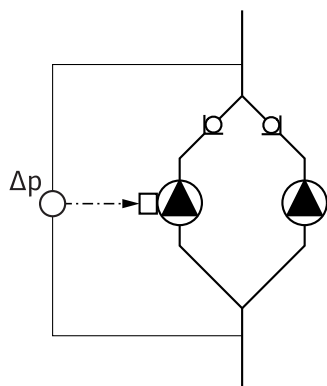

Fig. 13: Príklad, prípojka snímača tlakového rozdielu
- Napríklad na Fig. 13 je čerpadlom master ľavé čerpadlo v smere prúdenia. Na toto čerpadlo pripojte snímač tlakového rozdielu. Meracie body snímača tlakového rozdielu čerpadla master musia v príslušnom zbernom potrubí ležať na nasávacej a výtlačnej strane zariadenia s dvoma čerpadlami (Fig. 13).